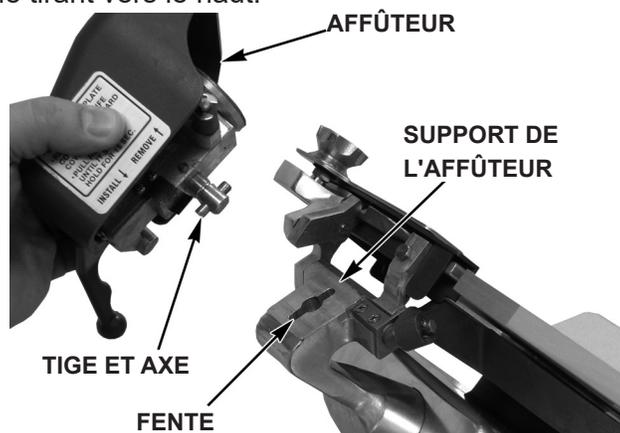

Fig. 4
- L'affûteur (Fig. 4) est monté sur le haut de la trancheuse.